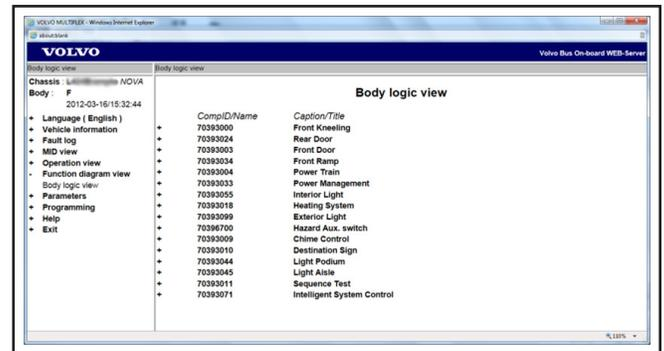

Figure 33 - Page **BODY LOGIC VIEW**
17. Sélectionner parmi les fonctions **BODY LOGIC VIEW** dans **FUNCTION DIAGRAM VIEW**. Voir Figure 33.